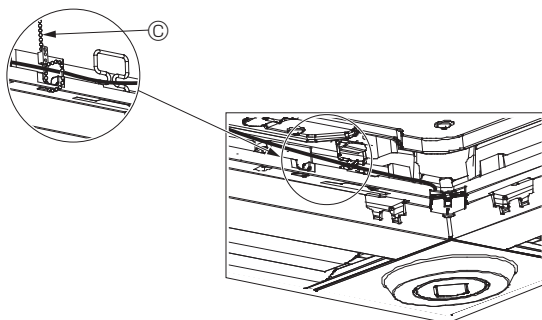

Fig. 6-13
- Fixez les fils de l'i-see Sensor et du récepteur de signal au panneau à l'aide des fixations, comme indiqué sur le schéma, de sorte qu'il n'y ait pas de mou au niveau des fils, puis coupez le fil qui dépasse aux extrémités de la fixation. (Fig. 6-13)
- Si la position de l'i-see Sensor a été permutée de la position "o" (E) à la position "□" (F), changez le paramétrage des commutateurs. (Voir page 13.)